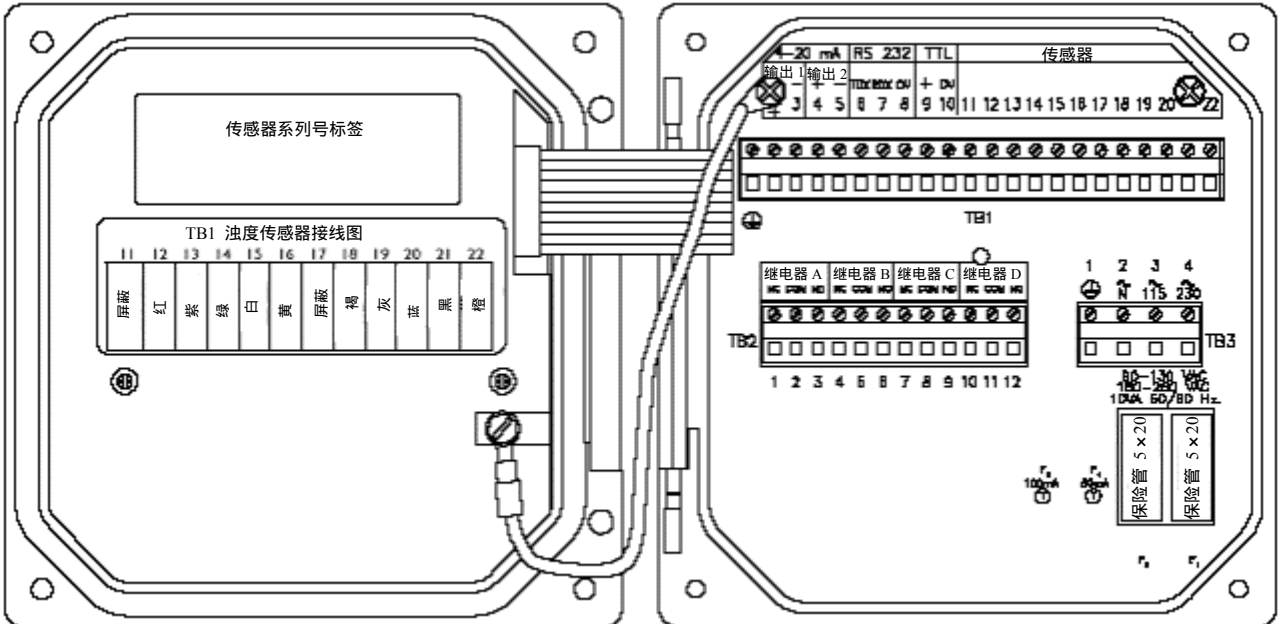

图 2-9 用于序列号无字母前缀的分析仪接线端名称
- 无字母前缀序列号分析仪的 TB1 上（图 2-9）接线端 1 的“ground symbol”（地线符号）